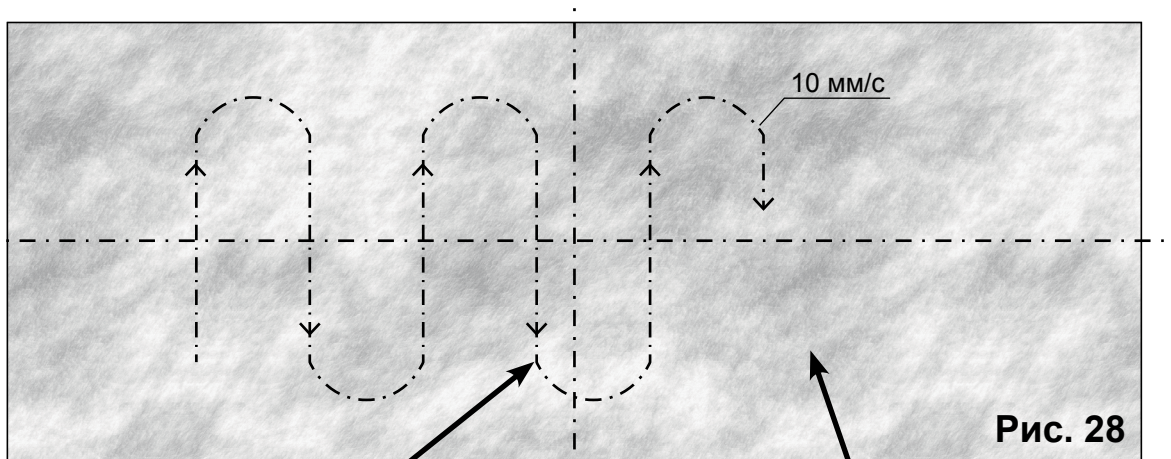

Рис. 28
2. Обследуйте поверхность, плавно без рывков передвигая детектор со скоростью порядка 10 мм/с (но не быстрее!). При этом держите корпус детектора так, чтобы ось пробоотборной поверхности была по нормали к обследуемой поверхности. Максимальное отклонение не должно превышать 10 град. (Рис. 28).